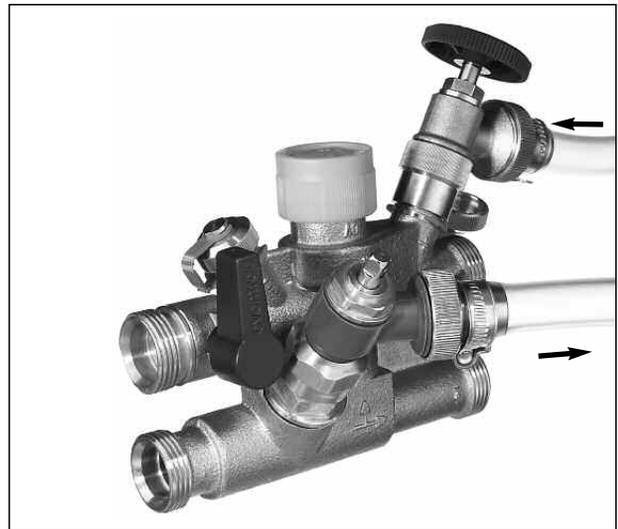

Bild 7/Illustr. 7
8. Spülen des abgesperrten Sekundärkreises (Bild 7):